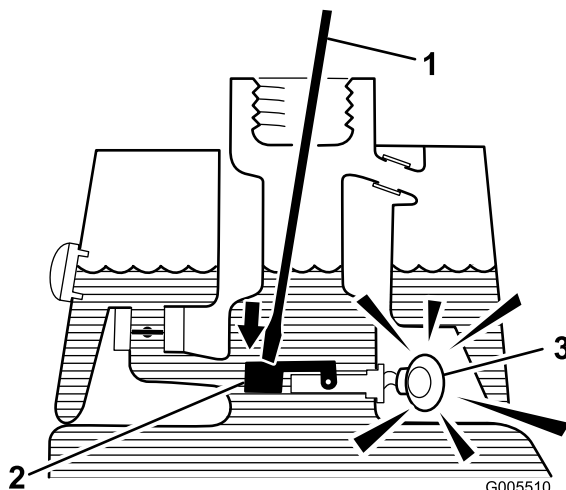

Figure 31
3. Introduisez une tige ou un tournevis propre dans le goulot de remplissage et enfoncez doucement le flotteur (Figure 31). L'alarme doit se déclencher au bout d'une seconde.